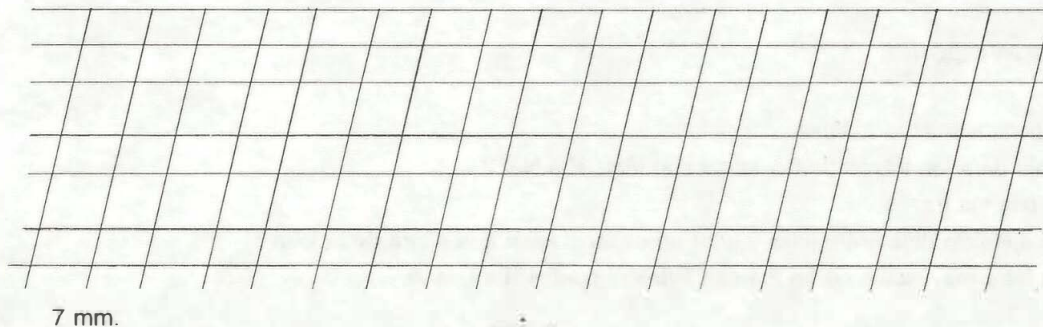

FIG. 5
2. Trace luego las líneas guías que dan la inclinación de la letra a 75° (vea párrafo letra inclinada). Procure trazirlas espaciadas a una distancia igual a la altura de la letra (7 mm. en este caso). (fig. 5)